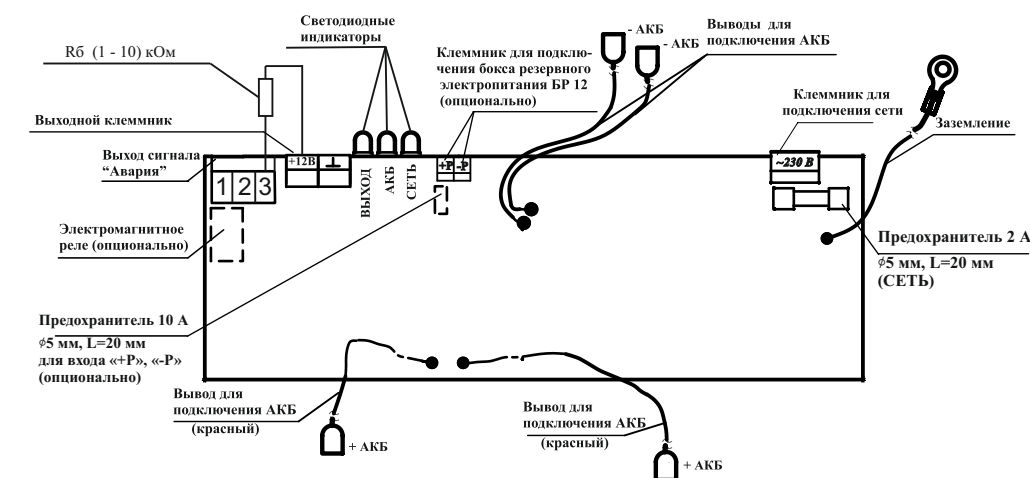

Рисунок 1– Плата источника
- 6.3 Подключение соединений производить в следующей последовательности (см. рисунок 1):